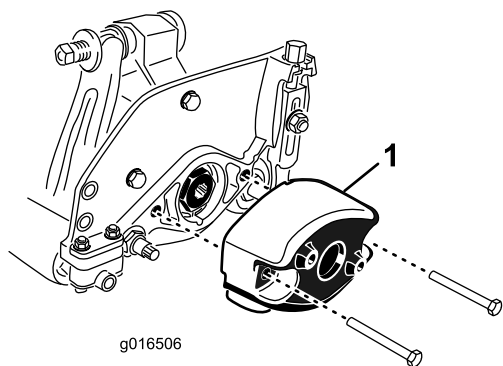

**Figura 7**
2. Retire los 2 pernos allen que sujetan el soporte del motor al extremo izquierdo de la unidad de corte. Retire el soporte del motor (Figura 7).
3. Aplique grasa al diámetro interno del acoplamiento de tracción (Figura 7).
4. En el extremo izquierdo de la unidad de corte, aplique una capa fina de aceite a la junta tórica e instale el soporte del motor con los 2 pernos allen retirados anteriormente (Figura 7). Apriete los pernos a entre 16 y 20 N·m.